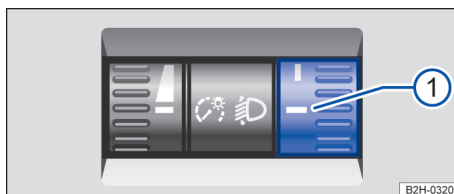

Fig. 76 Ao lado do volante: regulador da regulagem de alcance do farol ①.
- Girar o regulador **Fig. 76** ①¹⁾ para a posição necessária (no exemplo, estado de carregamento do veículo):